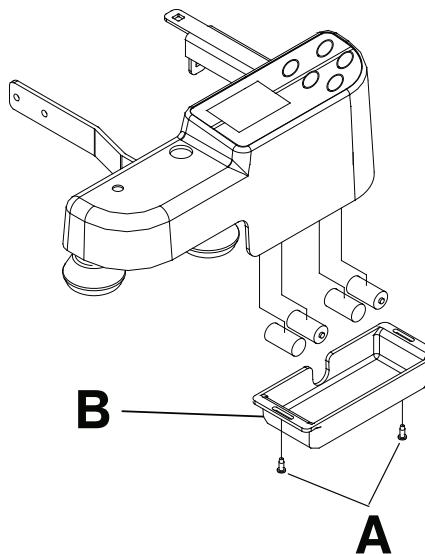

Figure 9 – Remplacement des batteries
1. À l'aide d'un tournevis cruciforme n° 2, retirer les deux vis (A) qui maintiennent le couvercle du compartiment à batteries (B) sur le boîtier (Figure 9). Conserver la housse. Retirer et jeter les batteries.